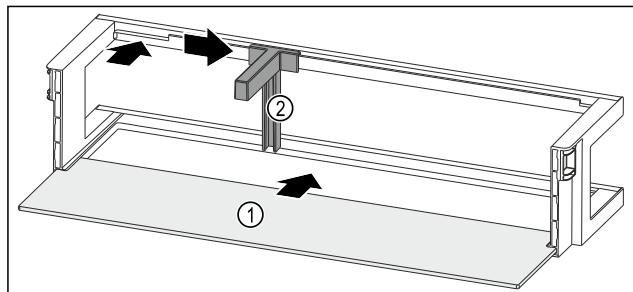

Fig. 121 Рафт на врата с рафт
- ▶ Вкарайте рафта Fig. 121 (1) в страничните прорези.
- ▶ Поставете препрода за бутилки Fig. 121 (2) в прореза.
- ▶ Пълзнете препрода за бутилки Fig. 121 (2) настрани до желаната позиция.